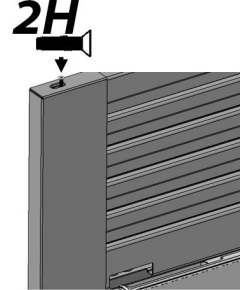

Fig. 26
- b. Fixez les vis 2H à la garniture supérieure (Fig. 26) et répéter pour le côté droit.